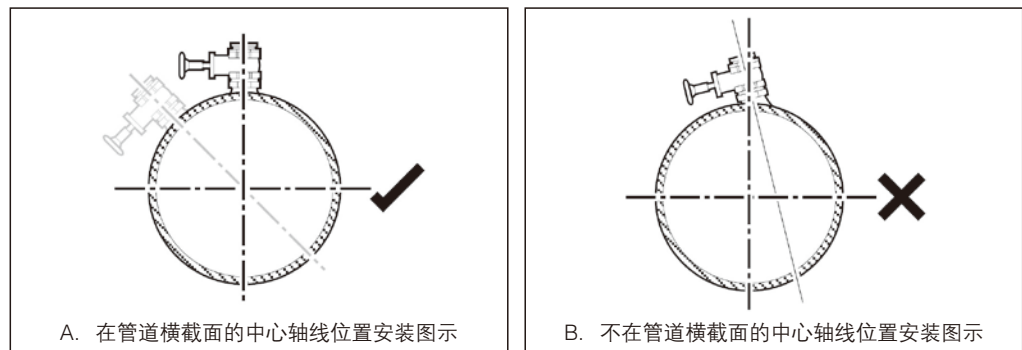

图4. 安装接头轴线与被测管道的轴线相互垂直
- (1) 安装接头轴线与被测管道的轴线相互垂直（见图4），安装接头应与测量管道内壁平齐。
- (2) 采用不锈钢焊条平焊。焊缝牢固，能承受规定的压力无渗漏现象。